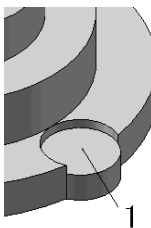

图 7-88 切除拉伸实体 1
4) 切除拉伸实体。单击“特征”控制面板中的（拉伸切除）按钮，或选择菜单栏中的“插入”→“切除”→“拉伸”命令，系统弹出“切除-拉伸”属性管理器；在（深度）文本框中输入“2”，单击“反向”按钮，单击（确定）按钮，拉伸切除效果如图 7-88 所示。
5) 绘制切除拉伸 2 草图。选择如图 7-88 所示的面 1，单击“标准视图”工具栏中的（正视于）按钮，将该表面作为绘制图形的基准面，绘制图 7-89 所示的圆并标注尺寸。